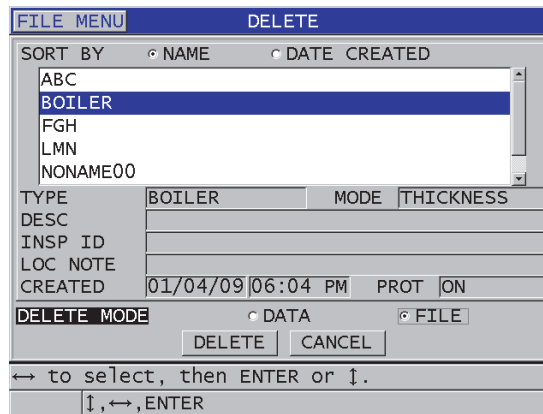

Abbildung 11-20 Datei löschen
3. Verfahren Sie im Fenster **LÖSCHEN** (siehe Abbildung 11-20 auf Seite 220) wie folgt: